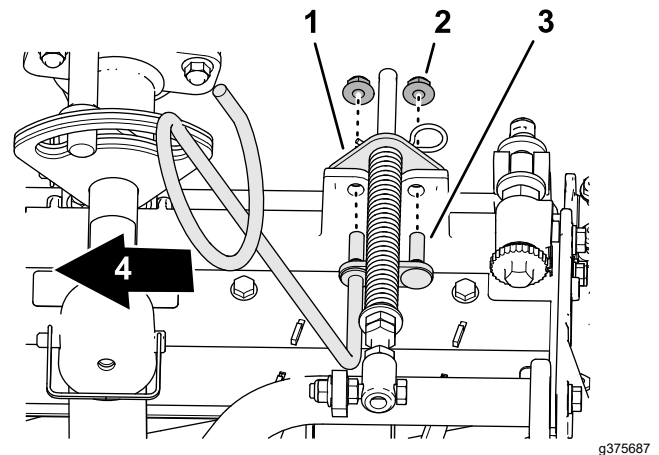

**Bild 10**
4. Montieren Sie die Kopfschraube der Rasenkompensierungsfeder an der rechten Lasche des Trägerrahmens (Bild 10) mit der Sicherungsbundmutter ( $\frac{3}{8}$ ").